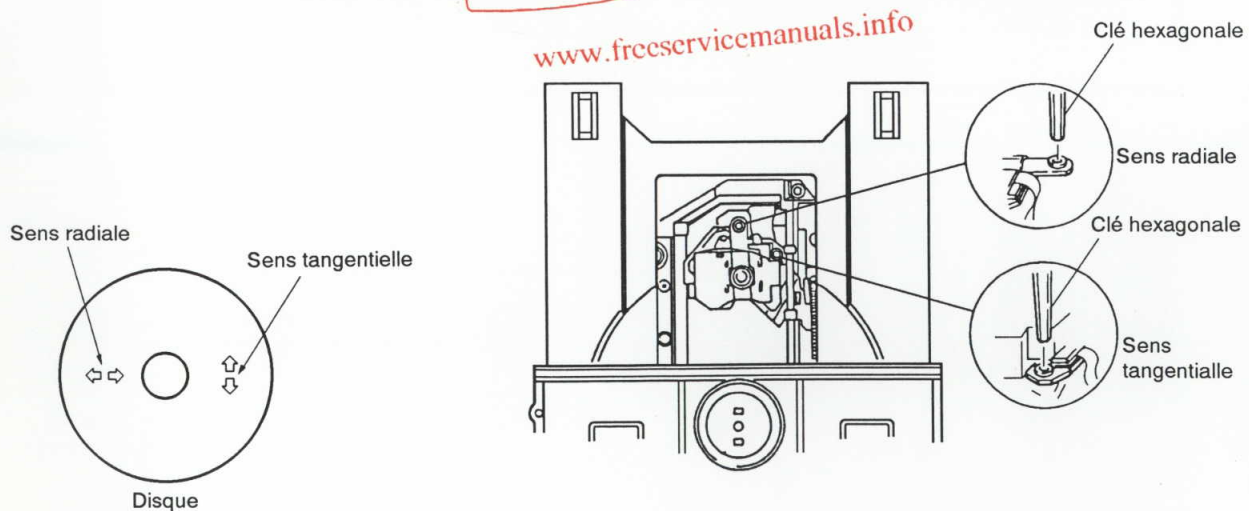

Figure 4
**Remarque:** "Radiale" et "tangentielle" se rapportent aux sens par rapport au disque illustré à la Figure 4.